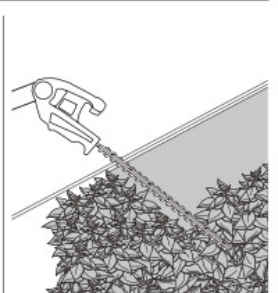

Fig.9
- Om gladde zijkanten te krijgen, kunt u het beste van beneden in de groeirichting snijden. Jonge stengels bewegen naar buiten als het mes naar beneden snijdt, waardoor deuken in de heg ontstaan. (Afb. 9)